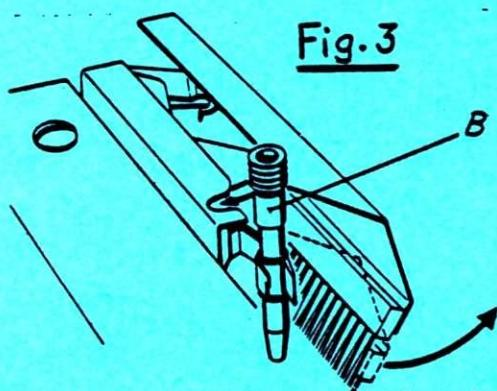

Fig.3
- b) Introducir una VM-cuña (B) en el soporte de cuña del carro, según Fig. 3. Para eso, abra el soporte hacia adelante, tirando cuidadosamente. Se abre como tijeras (Fig. 3). Introduzca la cuña (B) con su parte central en el soporte, según Fig. 3.